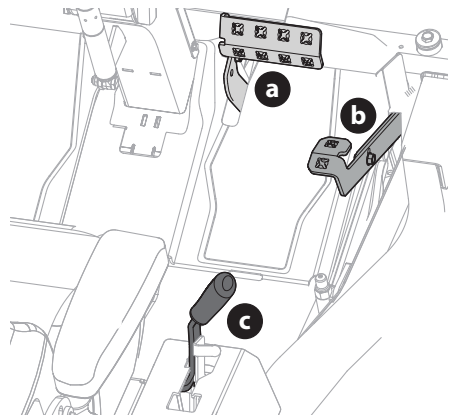

Figura 27
3. Para conducir hacia ADELANTE, presione lentamente el pedal de marcha adelante (a) hasta alcanzar la velocidad deseada (Figura 27).
4. Para que el tractor se detenga o ande más despacio, saque el pie del pedal de transmisión marcha adelante (a) o atrás (b). Para bloquear el freno de mano, coloque los pedales de control de la conducción en punto muerto y tire de la palanca del freno de mano (c) hacia atrás hasta que bloquee en la posición de "encendido" (Figura 27).
5. Para conducir marcha atrás, verifique que el área de atrás esté despejada, luego presione lentamente hacia abajo el pedal de transmisión marcha atrás (b) con la parte anterior de la planta (NO con el talón) hasta alcanzar la velocidad deseada (Figura 27).